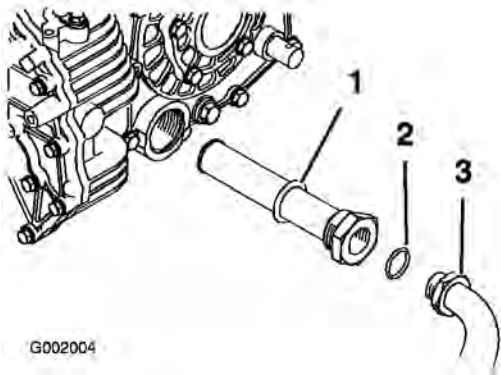

Figura 66
5. Retire el tubo hidráulico y el codo de 90° (Figura 66).